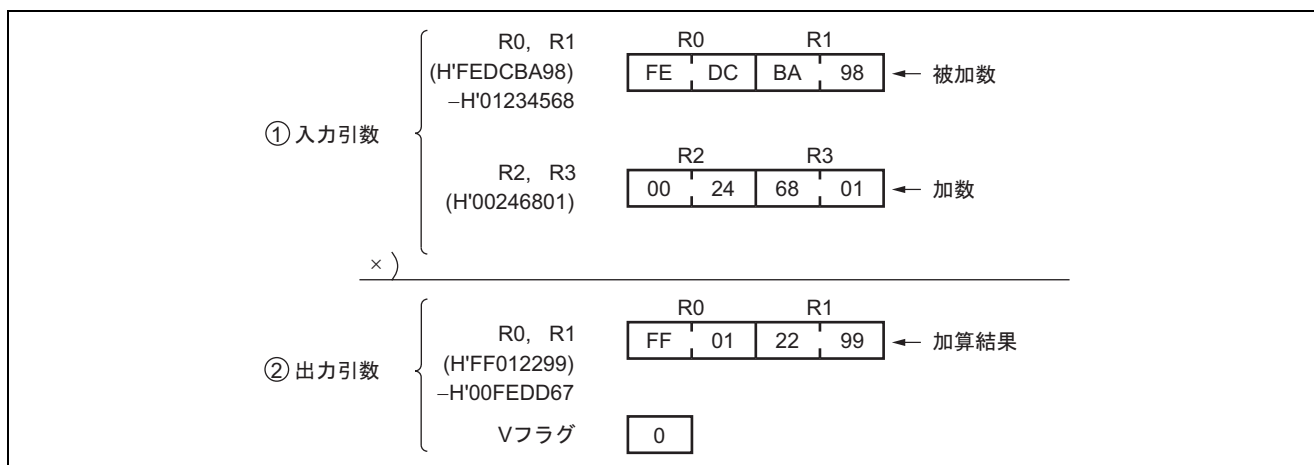

図 1 ソフトウェア SADD の実行例
2. 図 1 にソフトウェア SADD の実行例を示します。